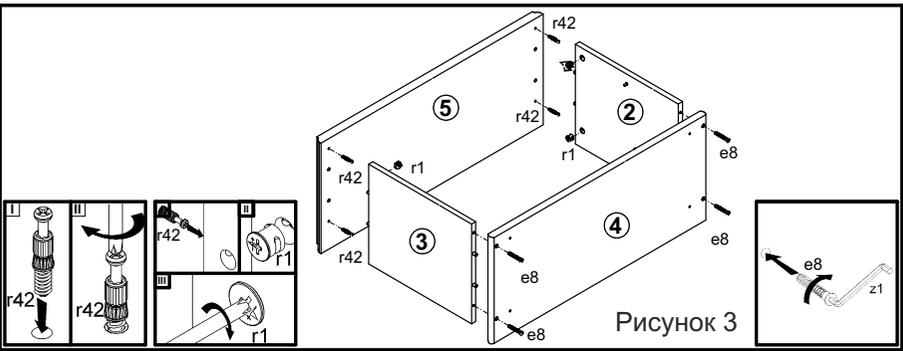

Рисунок 3
5. В отверстия  $\varnothing 15$  мм на внутренних поверхностях стенок боковых **2, 3** вставить стяжки эксцентрикковые **r1** (см. рис. 3).
6. В отверстия  $\varnothing 5$  мм на нижней поверхности щита верхнего **5** винты стяжки **r42** (см. рис. 3).
8. Соединить детали **2, 3, 5** при помощи шкантов **f1** и стяжек эксцентрикковых **r1**. Затянуть стяжки эксцентрикковые **r1** с помощью отвертки (см. рис. 3). Стяжки эксцентрикковые закрыть заглушками **s2**.
9. К деталям **2, 3** прикрутить щит нижний **4** конформатами **e8** при помощи ключа **z1** (см. рис. 3).